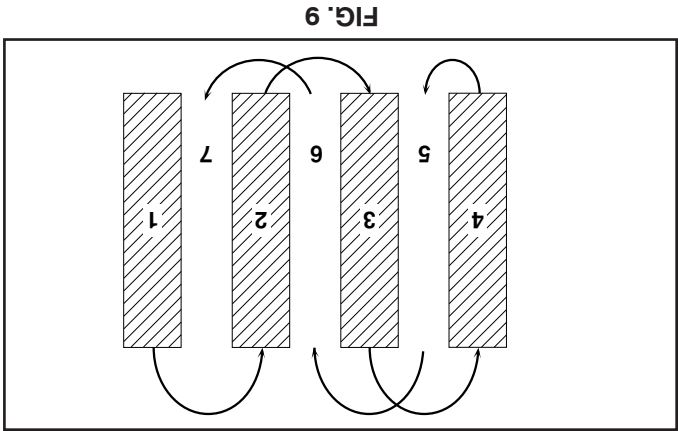

FIG. 9
- Vous trouverez le labouillage beaucoup plus facile si vous laissez un rang non bêché entre les sillons. Puis retournez entre les sillons (Voir la fig. 9). Il y a deux raisons pour faire ceci. Premièrement, des virages larges sont beaucoup plus faciles à prendre que des demi-tours. Deuxièmement, la motobineuse ne vous entraînera pas vers le rang plus proche.